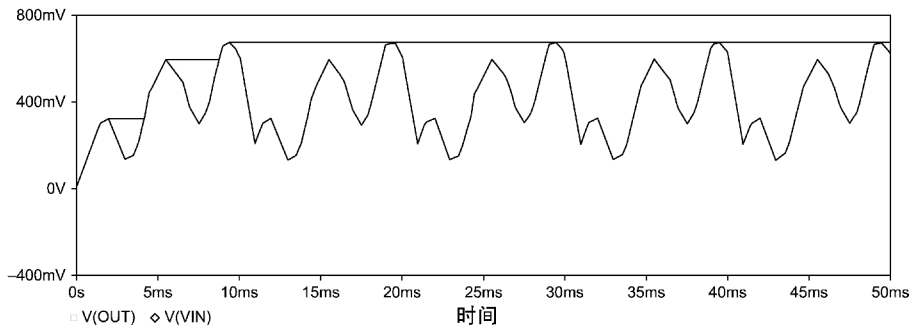

图 7.21 输入电压信号  $V_{in}$  为周期模型
14. 配置 PSpice 设置文件，仿真时间增加到 50ms，运行仿真程序。仿真结果如图 7.21 所示，其中  $V_{in}$  为周期信号。